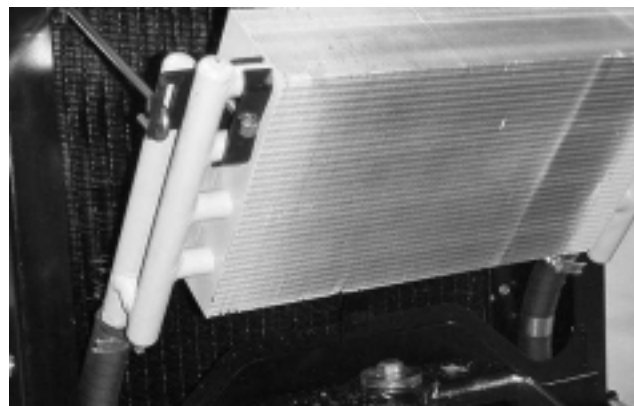

Figure 48
3. Déverrouillez le refroidisseur d'huile et faites-le basculer en arrière (Fig. 48). Nettoyez soigneusement les deux côtés du refroidisseur et du radiateur avec de l'eau ou de l'air comprimé. Rabattez le refroidisseur d'huile en position.